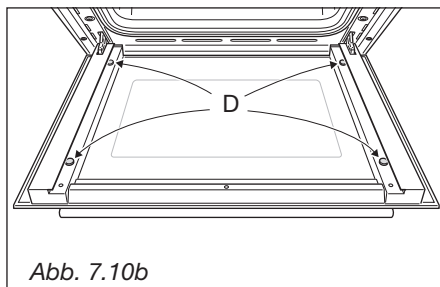

Abb. 7.10b
- Achten Sie auf die korrekte Position der vier Abstandshalter aus Gummi (**D** in Abb. 7.10b).